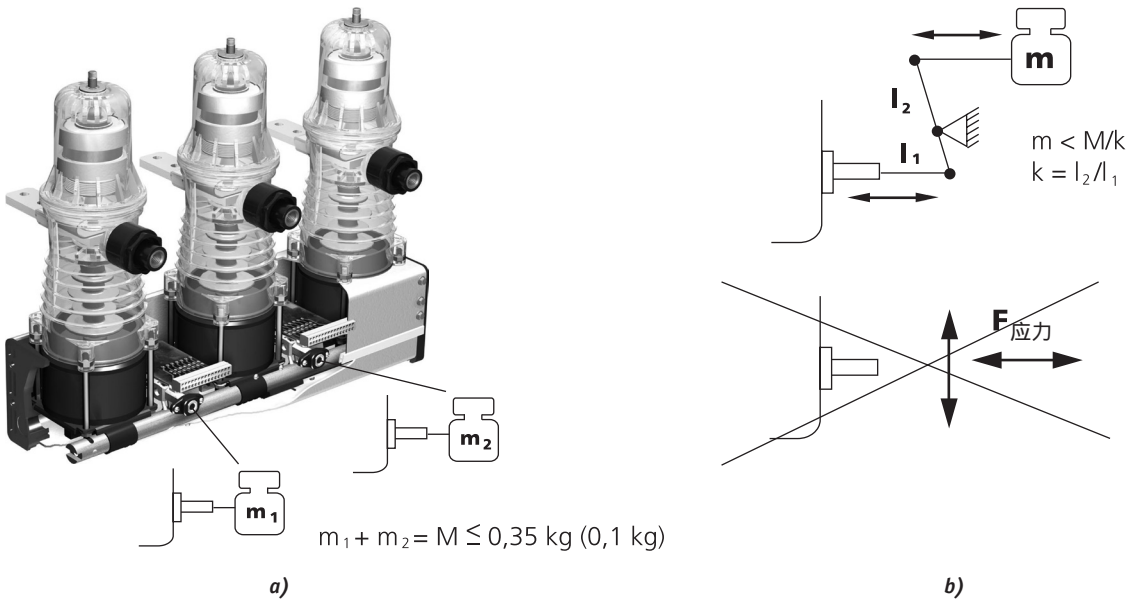

图41 通过联锁销实现机械联锁
如果两个联锁销同时被使用，总重量不应超过0.35kg (0.1kg 055F) (图41)
- 如果直接用联锁销进行手动分闸，最大推力为250N,注意不能施加静态力作用到联锁销上 (图41)